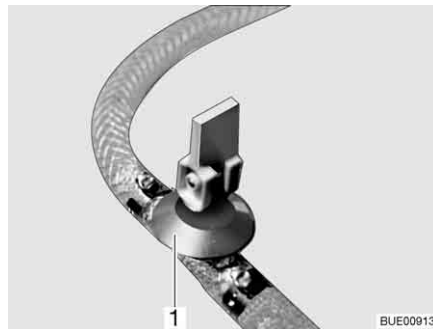
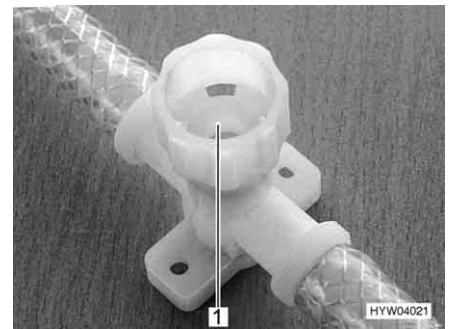

Fig. 210 Robinet de vidange (avec levier à bascule)
Fig. 211 Robinet de vidange (avec capuchon tournant)
- Ouvrir tous les robinets de vidange. Placer pour ce faire le levier à bascule (Fig. 210,1) à la verticale ou faire tourner le capuchon du robinet de vidange (Fig. 211,1) dans le sens inverse des aiguilles d'une montre.